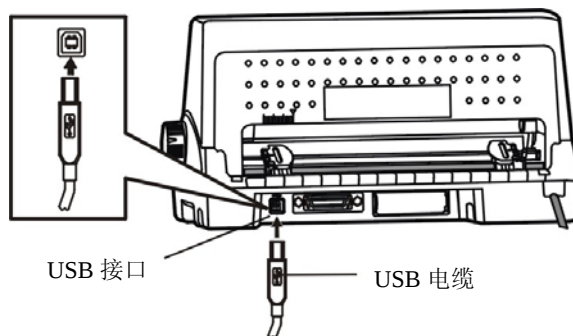
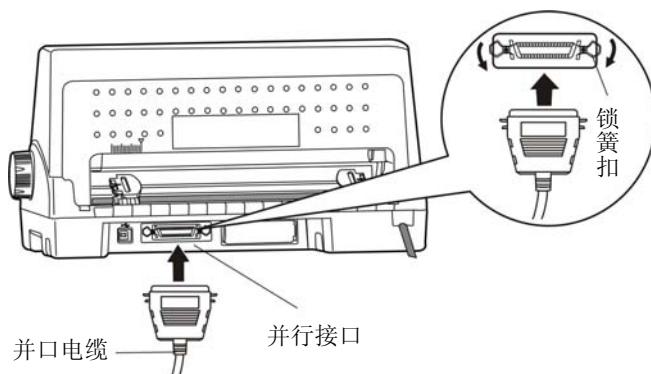
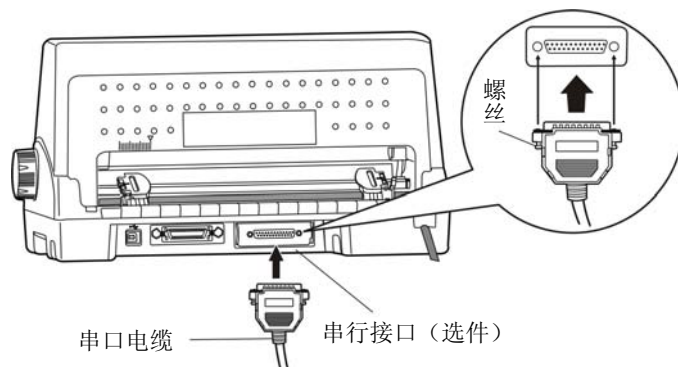
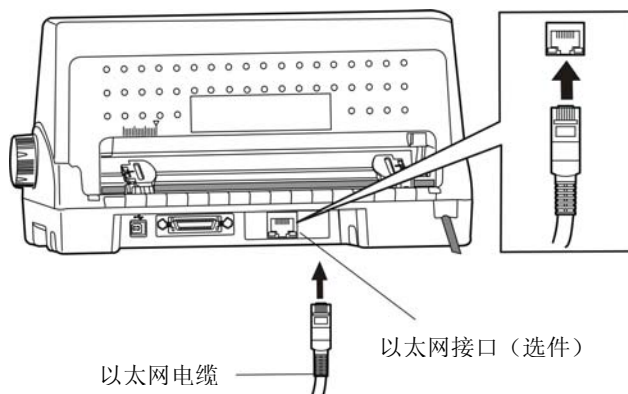

图 2-11 连接 USB 电缆
图 2-12 连接并口电缆
图 2-13 连接串口电缆
图 2-14 连接以太网口电缆
本打印机标配 USB 接口和并行接口；可选配串行接口插件或以太网接口插件。请根据需要，用相应的接口电缆把打印机与计算机相连〔如图 2-11、图 2-12、图 2-13 和图 2-14 所示〕。
1. 将 USB 电缆的 A 端插头（方型）插进打印机的 USB 接口插座中（如图 2-11 所示）。
1. 关闭计算机与打印机的电源，将并口电缆插头连接到打印机的并行接口，扣上连接器两侧的锁簧扣，固定并口电缆（如图 2-12 所示）。
1. 关闭计算机与打印机的电源，将串口电缆插头连接到打印机的串行接口，拧紧两侧的螺丝，固定串口电缆（如图 2-13 所示）。
将以太网电缆的 RJ-45 水晶插头一端插进打印机的以太网接口插座中，另一端插头连接到局域网的接入端（如图 2-14 所示）。